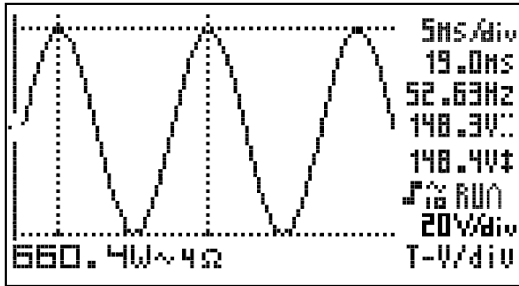

Fig 37
- Changing the timebase or sensitivity switches the autorange mode immediately off. (Fig 37)
- Het wijzigen van de tijdsbasis of gevoeligheid schakelt het autobereik uit. (Fig 37)
- Tout changement de la vitesse de balayage ou de la sensibilité, annule le mode "autorange". (Fig 37)
- Das Ändern der Zeitbasis oder der Eingangsempfindlichkeit beendet sofort den Autorange Modus. (Abb. 37)